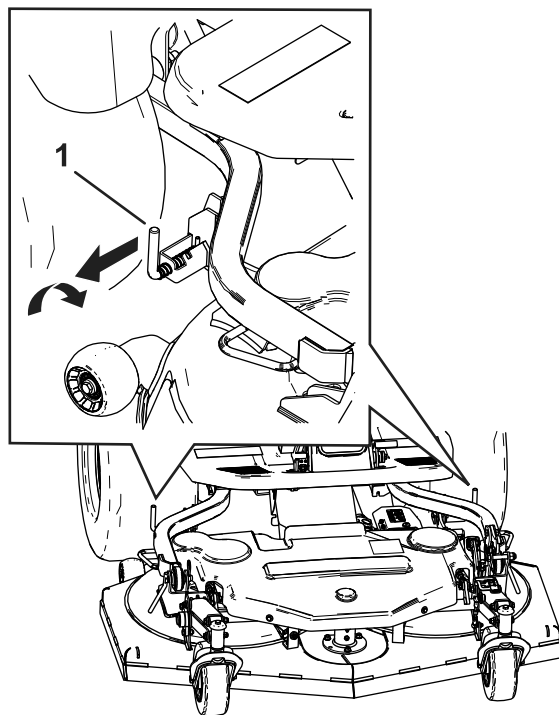

図 86
11. 後ラッチピンが嵌っていることを確認する 図 86。
3. カuttingユニットの両側にある後リンクピンを解除引いて回すし、カuttingユニットを降下させる 図 86。